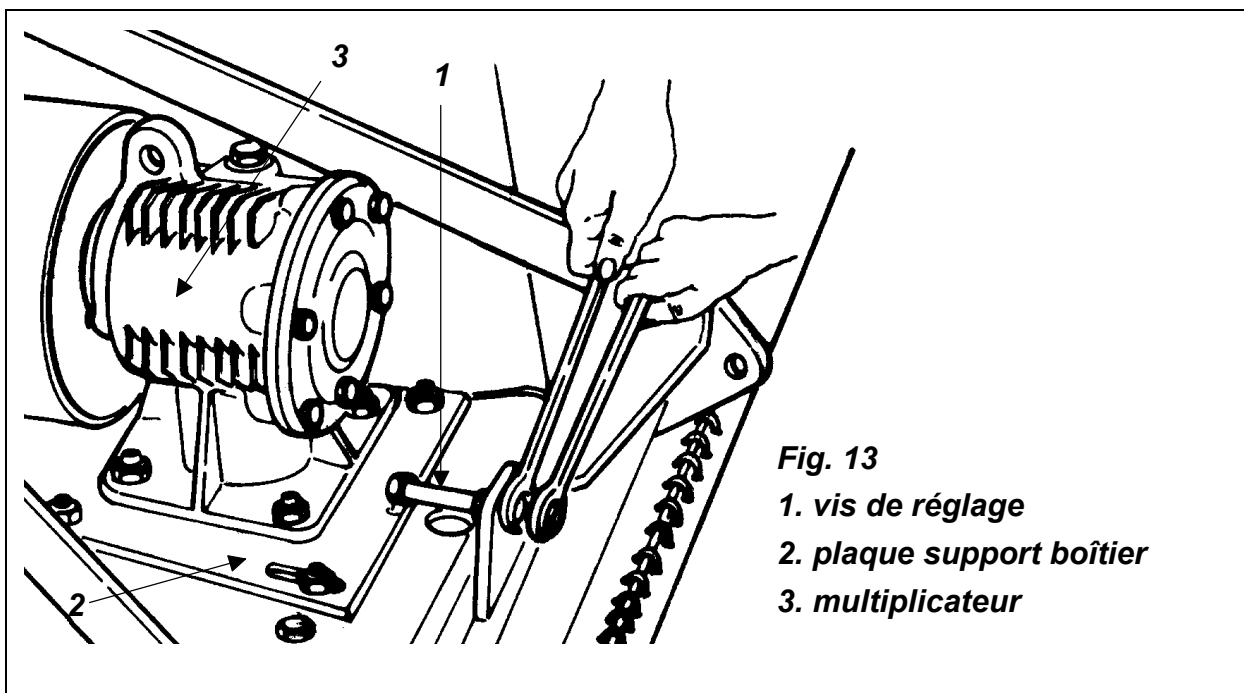

Fig. 13
Pour le réglage de la tension des courroies (voir fig. 13) il faut procéder comme suit:
3. Desserrer les 2 écrous bloquant la vis de réglage reliant la plaque support boîtier à la plaque centrale (**voir fig. 13**).
5. Desserrer, mais ne pas les enlever, les 3 écrous fixant postérieurement la plaque centrale au châssis (**voir fig. 13**).
Pour enlever le boîtier à engrenages du châssis (voir fig. 13) il faut: